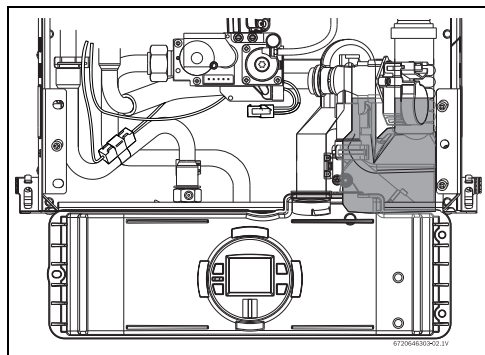

Рис. 63
- Установите блок управления в положение для обслуживания, введя его язычки в отверстия в нижней горизонтальной стальной пластине (см. Рис. 63).
- Проверьте уровень воды в устройстве для сбора конденсата (см. Рис. 63).